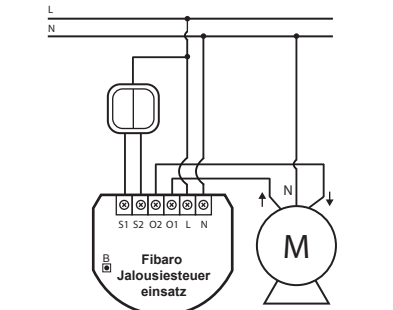

Abb. 1 Fibaro-Jalousiesteuerereinsatz Anschlussplan
2. Schließen Sie den Fibaro-Jalousiesteuerereinsatz gemäß der Abbildung 1 (für Rollläden, Jalousie o.Ä.) oder 2 (für Garagentor).
- 1) Stellen Sie sicher, dass das Gerät mit dem Stromnetz gemäß der Abbildung 1 verbunden ist.
- 2) Stellen Sie sicher, dass das Gerät mit dem Stromnetz gemäß der Abbildung 1 verbunden ist.
- 1) Stellen Sie sicher, dass das Gerät mit dem Stromnetz gemäß der Abbildung 1 verbunden ist, und die Steuerschalter angeschlossen sind (Schalter S1 und S2).